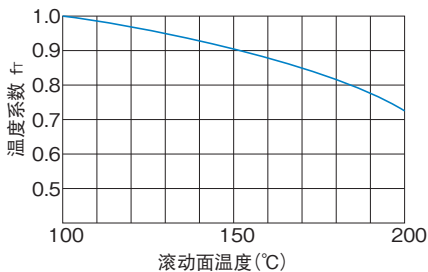

图3 温度系数 (f_T)
- f_T : 温度系数 (参照图5-6图3)
如果ST型的使用环境温度超过100°C时, 就要考虑高温的不良影响, 应将基本额定载荷乘以图3中表示的温度系数。